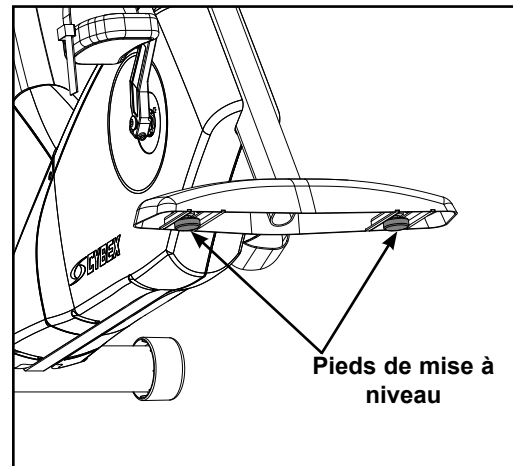

Figure 8
- A.** Assurez-vous que l'appareil est posé sur une surface de niveau. Si ce n'est pas le cas, utilisez une clé à fourche de 9/16 po pour ajuster les pieds de mise à niveau vers le haut ou vers le bas. Reportez-vous à la figure 8.